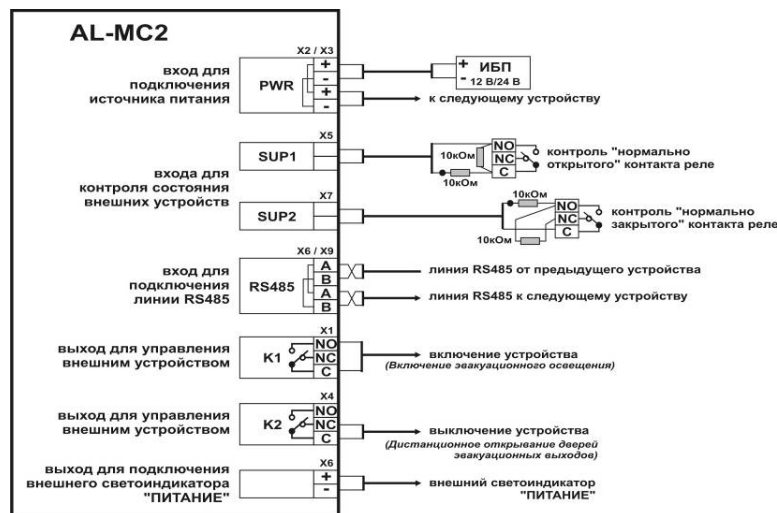
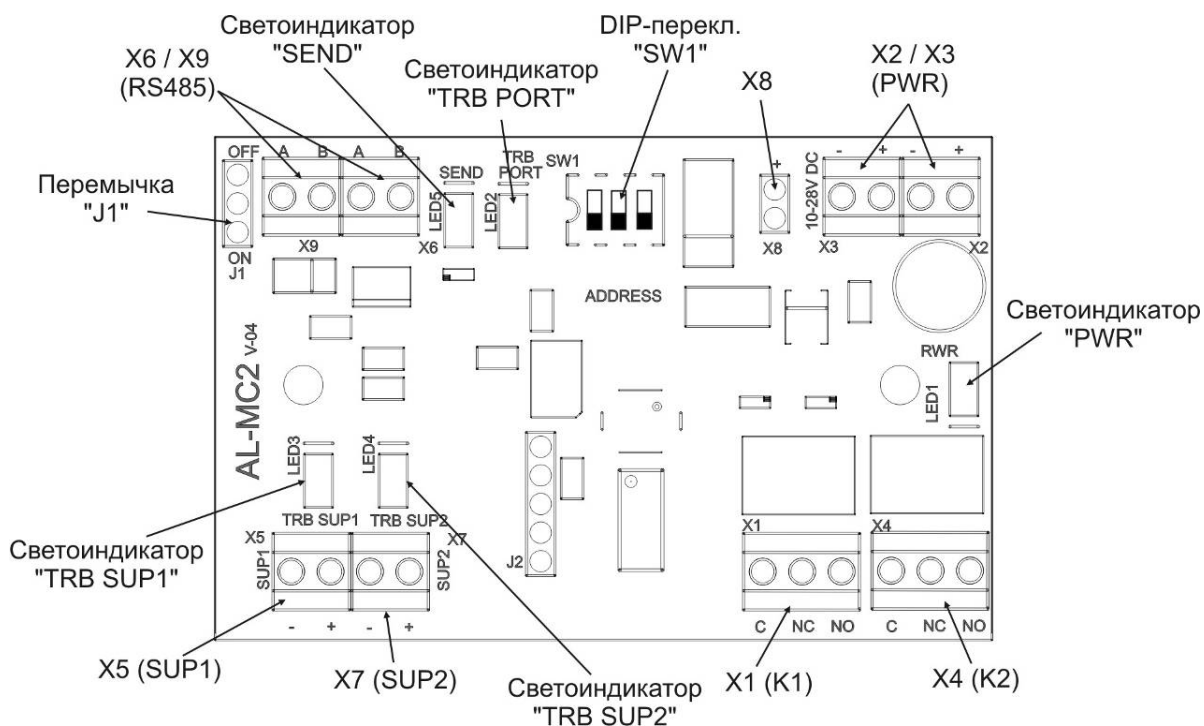

Рис.1. Функциональная блок схема модуля AL-MC2
Рис.2. Общий вид печатной платы модуля AL-MC2
Функциональная блок схема показана на Рис. 1
- 6) Подключите все необходимые электропроводки к винтовым контактам изделия (см. Рис.1 и Рис.2)
Примечание: Расположение светодиодных индикаторов на печатной плате изделия показано на Рис. 2
| «TRB SUP1» – включен | Схема контроля зарегистрировала неисправность на линии подключенной к входу «SUP1» (КЗ - сопротивление линии < 8 кОм, обрыв - сопротивление линии > 22 кОм) <ul style="list-style-type: none"> • проверьте целостность линии связи с контролируемым контактом реле и правильность установки оконечных резисторов, используя данные приведенные в таблице 1 и рис.1. При необходимости, восстановите линию. • замените изделие Примечание: при возникновении неисправности в линии подключенной к входу «SUP1» сигнал в виде обобщенной неисправности данного модуля AL-MC2, отображается на ППУ AL-8MP1. |
| «TRB SUP1» – мигает | Схема контроля зарегистрировала изменение состояния контактов контролируемого реле (например – реле «Неисправность») внешнего устройства, подключенного к входу «SUP1» (срабатывание - сопротивление линии 10кОм +/-10%). <ul style="list-style-type: none"> • устраните неисправность внешнего устройства. • проверьте целостность линии связи с контролируемым контактом реле и правильность установки оконечных резисторов, используя данные приведенные в таблице 1 и рис.1. • замените изделие Примечание: при сработке контролируемого реле, сигнал в виде обобщенной неисправности данного модуля AL-MC2, отображается на ППУ AL-8MP1. |
| «TRB SUP2» – включен | Схема контроля зарегистрировала неисправность на линии подключенной к входу «SUP2» (КЗ - сопротивление линии < 8 кОм, обрыв - сопротивление линии > 22 кОм) <ul style="list-style-type: none"> • проверьте целостность линии связи с контролируемым контактом реле и правильность установки оконечных резисторов, используя данные приведенные в таблице 1 и рис.1. При необходимости, восстановите линию. • замените изделие Примечание: при возникновении неисправности в линии подключенной к входу «SUP2» сигнал в виде обобщенной неисправности данного модуля AL-MC2, отображается на ППУ AL-8MP1. |
| «TRB SUP2» – мигает | Схема контроля зарегистрировала изменение состояния контактов контролируемого реле (например – реле «Неисправность») внешнего устройства, подключенного к входу «SUP2» (срабатывание - сопротивление линии 10кОм +/-10%). <ul style="list-style-type: none"> • устраните неисправность внешнего устройства. • проверьте целостность линии связи с контролируемым контактом реле и правильность установки оконечных резисторов, используя данные приведенные в таблице 1 и рис.1. • замените изделие Примечание: при сработке контролируемого реле, сигнал в виде обобщенной неисправности данного модуля AL-MC2, отображается на ППУ AL-8MP1. |